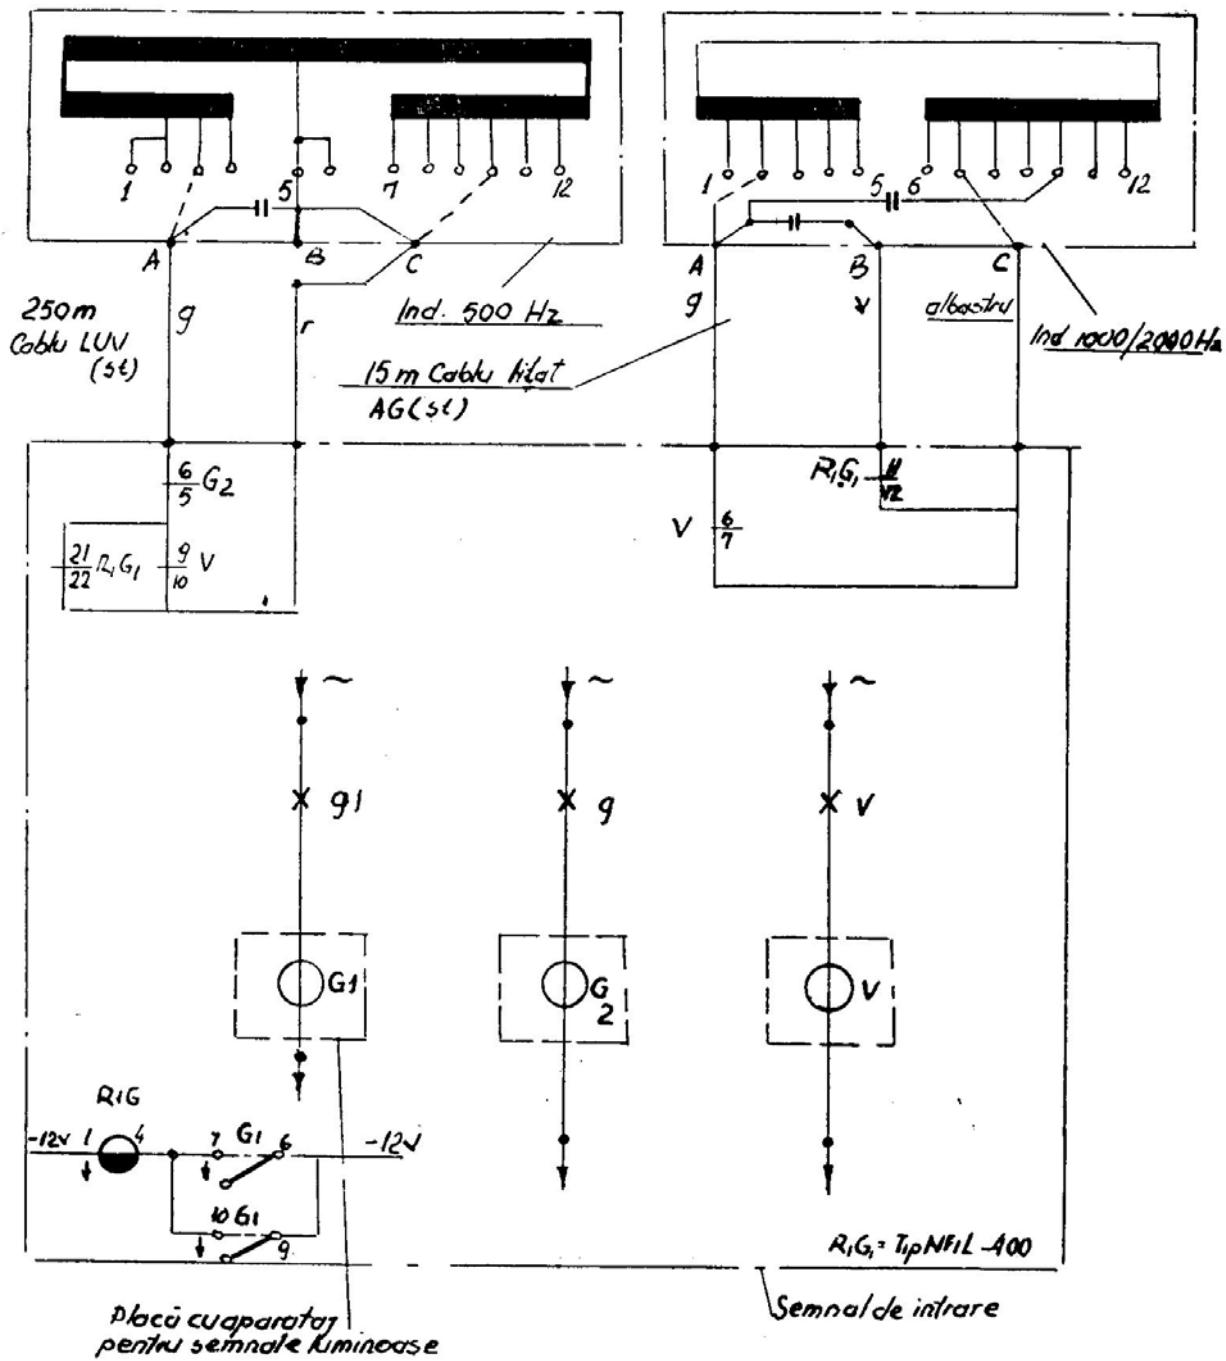

Fig. 58 Schema electrică și conectarea la semnalul de intrare cu galben-clipitor
f) Semnalul de „intrare” cu galben clipitor în curent alternativ, echipat cu inductoare de cale de 1 000/2 000 Hz de și 500 Hz (Fig. 58).